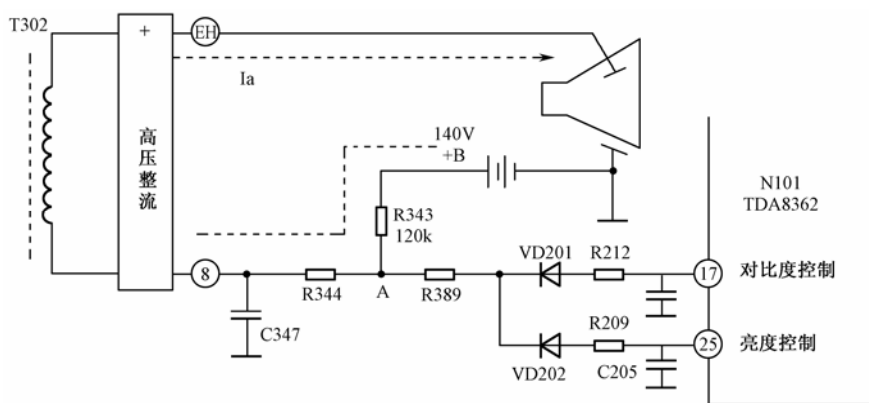

图 3-16 ABL 电路原理图
该电路的对比度控制是通过微处理器 N801④脚输出的直流电压经接口电路 R819、R818、R821、R820、C205 加至 N101 的②⑤脚,控制内部白峰值限幅电路来实现的。亮度控制电路是通过微处理器 N801③脚输出 0~4.8V 的电压经接口电路 R816、R815、R813、RP801、C205 加至 N201 的⑭脚,控制集成电路内部 R、G、B 输出级来实现的自动亮度限制 (ABL) 电路如图 3-16 所示,由行输出变压器 T302 的⑧脚外接元器件 C347、R344、R343、R389、VD201、VD202、R209、R212、+140V 直流电源、TDA8362⑰脚、②⑤脚构成, C347 为滤波电容,用以将输出的脉冲电压变为直流电压, R343 为取样电阻,当显像管束电流较大时,导致 R343 两端电压升高, A 点电位降低,二极管 VD201、VD202 导通, TDA8362 的⑰脚、②⑤脚电压随之下降,集成电路 N101 的 RGB 输出端电压降低,视放管集电极电压升高,使显像管束电流下降,亮度降低。